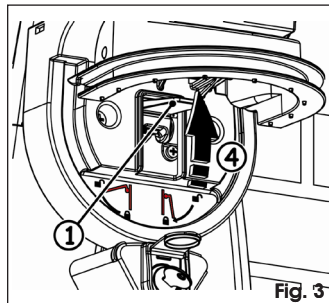

Fig. 3
2. Tirare la leva di sblocco sino al suo arresto, Fig. 3 rif. 1.
3. Pull the release lever until it stops, (Fig.3 ref. 1).